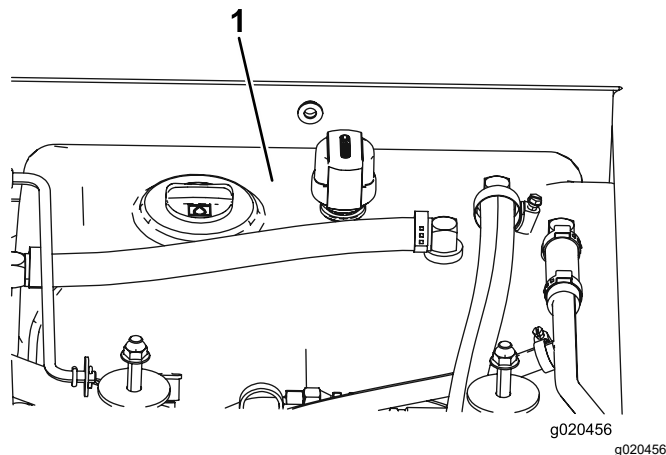

Figure 86
4. Remplissez le réservoir (Figure 86) de liquide hydraulique ; voir Contrôle du niveau de liquide hydraulique (page 82).